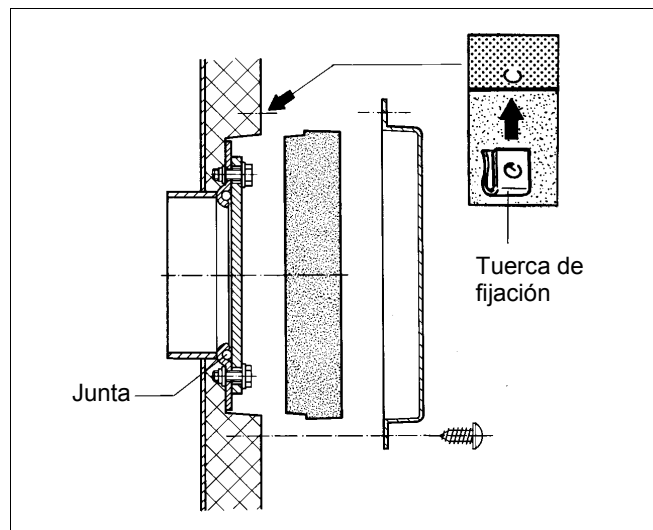

Fig. 9
- Inserte el disco calorífugo delante del cierre de la tapa de registro; Fig. 9.
- Inserte 4 tuercas de fijación a través de los taladros de la lámina de protección calorífuga; Fig. 9.
- Atornille la cubierta delante de la tapa de registro con 4 tornillos para chapa; Fig. 9.
- Retire la tapa delante del registro (Fig. 9).
- Desenrosque los tornillos hexagonales. Quite la tapa de registro (Fig. 9).
- Inserte el disco calorífugo delante de la tapa de registro; Fig. 9.
- Inserte 4 tuercas de fijación a través de los taladros de la lámina de protección calorífuga; (Fig. 9).